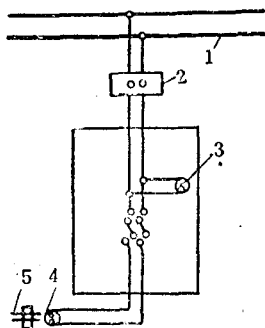

图 5 刀闸插销
**刀闸插销** 是非防爆型的放炮器。它的构造如图 5 所示，直接以动力线或灯线做电源，放炮时接通电路就能起爆。刀闸插销只适用于露天矿或无瓦斯煤尘爆炸危险的矿井中。